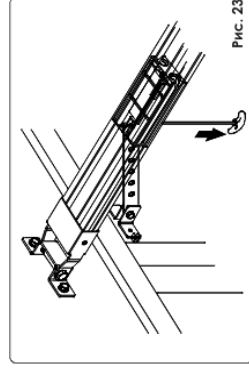

рис. 23
3. Двиньте ручку расцепителя вниз и убедитесь, что ворота могут двигаться вручную (рис. 23).